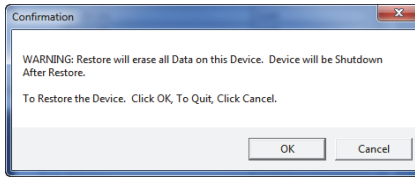

Figura 7-30 La finestra di dialogo Confirmation per confermare l'inizio del ripristino
4. Quando appare la finestra di dialogo **Confirmation** (vedere Figura 7-30 a pagina 229), cliccare su **OK** per iniziare la procedura di ripristino.